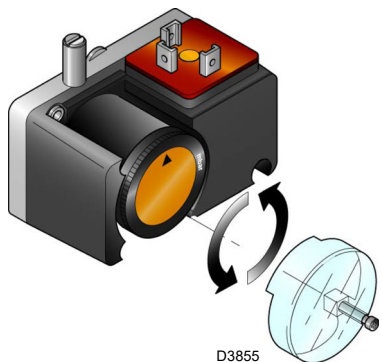

Abb. 32
- Regeln Sie den Minimal-Gasdruckwächter (Abb. 32 auf Seite 32) auf den Skalenanfang.
Regeln Sie den Druckwächter zur Kontrolle der Dichtheit (Kit PVP) (Abb. 32), wenn vorhanden, gemäß den dem Kit beiliegenden Anweisungen.